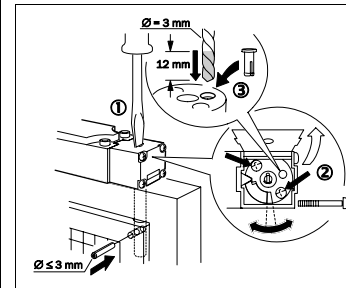

Abb. 5: Fixierung des Schaltwinkels
- Bohrung für Sicherungsstift Ø 3 mm, 12 mm tief vornehmen (siehe Abb. 5).